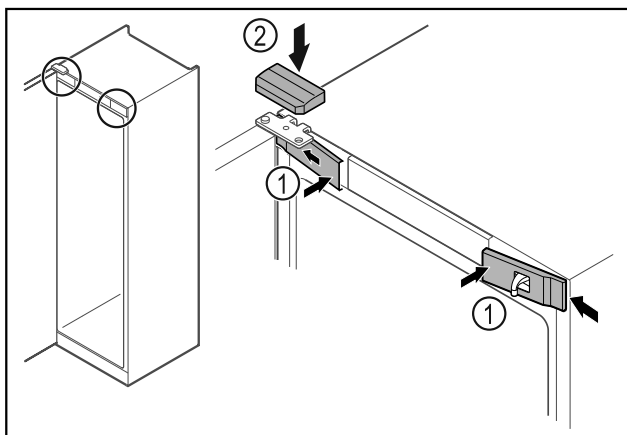

Fig. 52
- ▶ Obesite sprednje pokrove Fig. 52 (1) na stran in jih zaskočite.
- ▶ Zgornji pokrov Fig. 52 (2) namestite z zgornje strani.